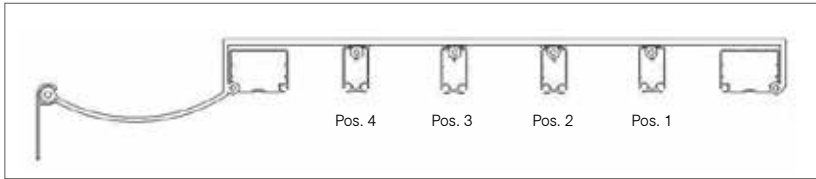
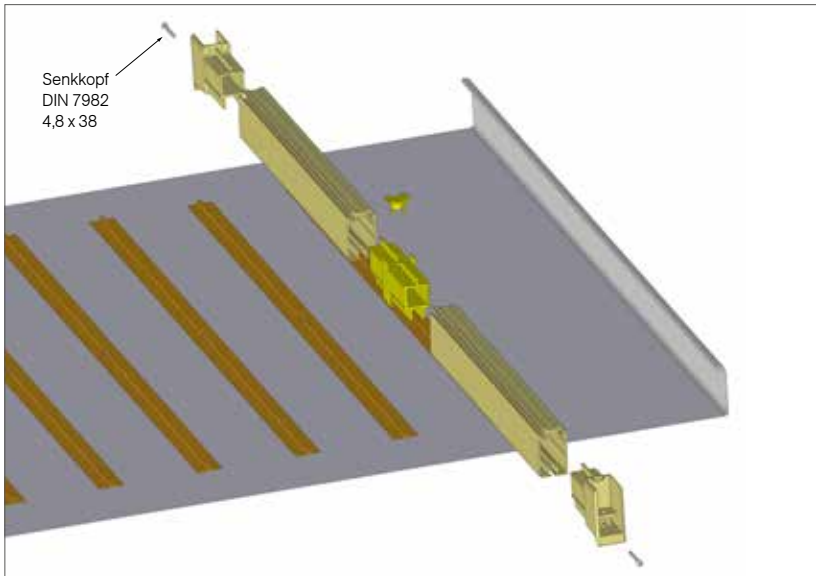

Abb. 33
Abb. 34
- » 3 kleine Querprofile von vorne beginnend (Pos.1 siehe Abb. 33) jeweils von links und rechts in den aufgeschweißten Keder einschieben und mit dem Kopplungsteil in der Mitte verbinden (Abb. 34).